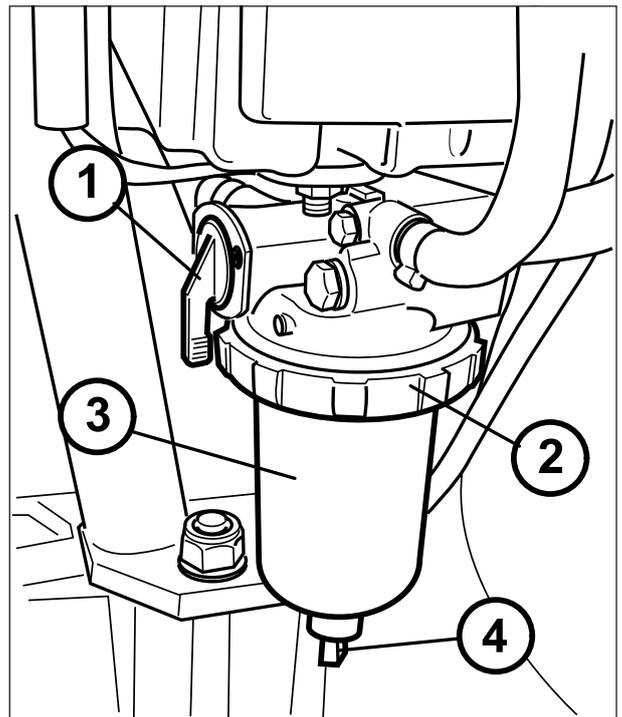
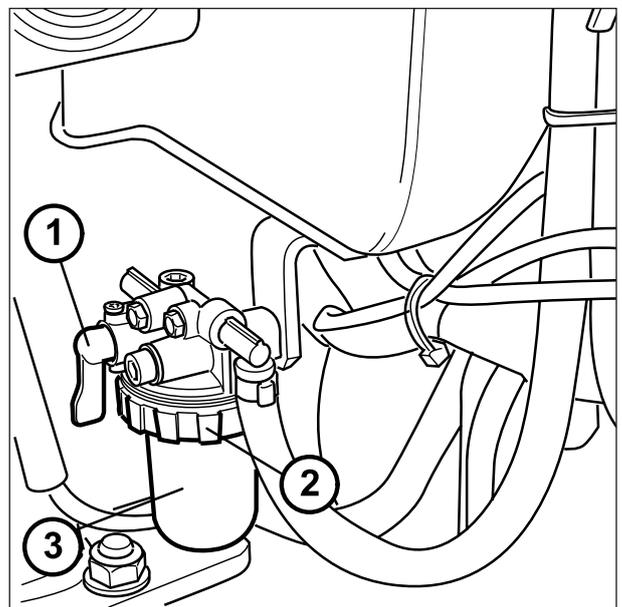

Fig. 99 - Pre-filtro combustible (9045 - 9055)
Fig. 99a - Pre-filtro combustible (9030)
OPERACIÓN 9 Pre-filtro combustible (Fig. 99) (9045 - 9055) (Fig. 99a)(9030 S)
- cerrar el grifo (1) del combustible girándolo en posición horizontal;
- aflojar el anillo (2), quitar el recipiente (3) y descargar los depósitos presentes en su interior (Fig. 99a solo para 9030. Aflojar la válvula (4 Fig. 99) hasta eliminar el agua presente y volver a enroscar (sólo para 9045-9055);
- volver a montar el recipiente (3) y volver a ajustar el anillo (2) (Fig. 99a solo para 9030);
- abrir el grifo (1) volviéndolo a poner en posición vertical;